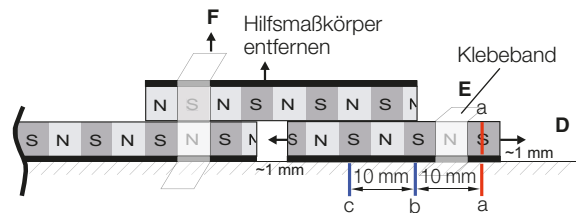

Bild 4-10: Drei Markierungen a, b und c anbringen
5. Den zweiten Maßkörper M2 unter dem Hilfsmaßkörper in die eine und in die andere Richtung verschieben, bis die maximale Anziehung spürbar ist. Den Maßkörper M2 an dieser stabilen Position mit Klebeband fixieren. Den Hilfsmaßkörper entfernen (Bild 4-10). M1 und M2 sind nun polysynchron zueinander ausgerichtet.
6. Den Maßkörper M2 und das Maschinenteil an einer beliebigen Position (a) markieren (Bild 4-10). Von dieser Markierung aus in Richtung Stoß zwei weitere Markierungen (b und c) im Abstand von je 1 Polpaar (10 bzw. 20 mm) nur auf dem Maschinenteil anbringen.